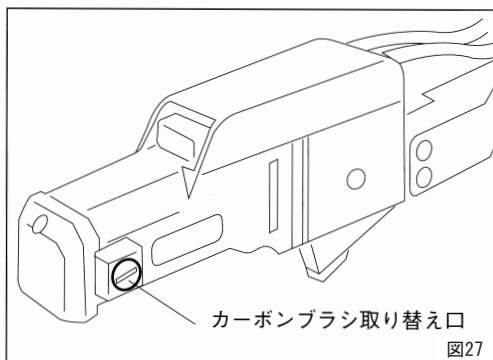

図27
- ① カーボンブラシ取り替え口の蓋をマイナスドライバー等で外して中にあるカーボンブラシを交換してください。(図27)